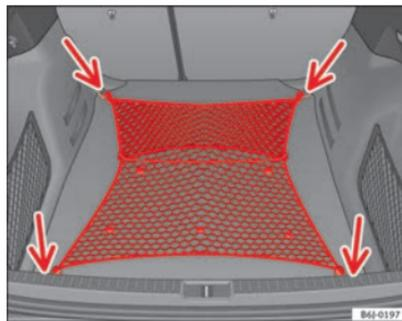

Fig. 94 Rede para bagagem esticada
- Fixe a rede de bagagem às quatro argolas -setas- ⇒ Fig. 94.